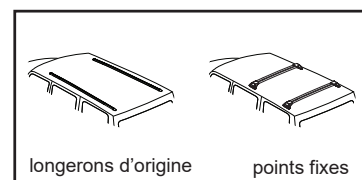

fig. 1
- ☐ Que ce soit pour les glissières d'origine ou les points fixes (voir la figure 1), vérifier que le toit ne se déforme pas quand on y applique une lourde charge.